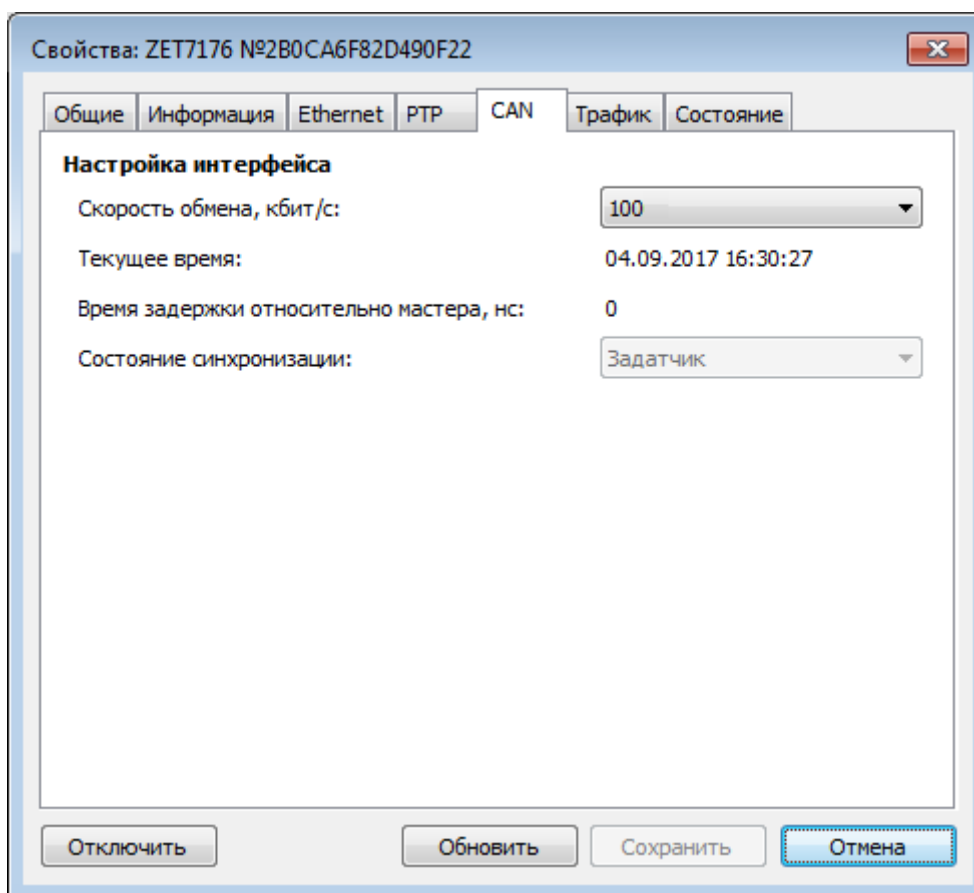

Рис. 2.10 Вкладка «CAN»
- во вкладке «CAN» в поле «Скорость обмена, кбит/с» следует выбрать значение скорости обмена в соответствии с установленными требованиями (Рис. 2.10).